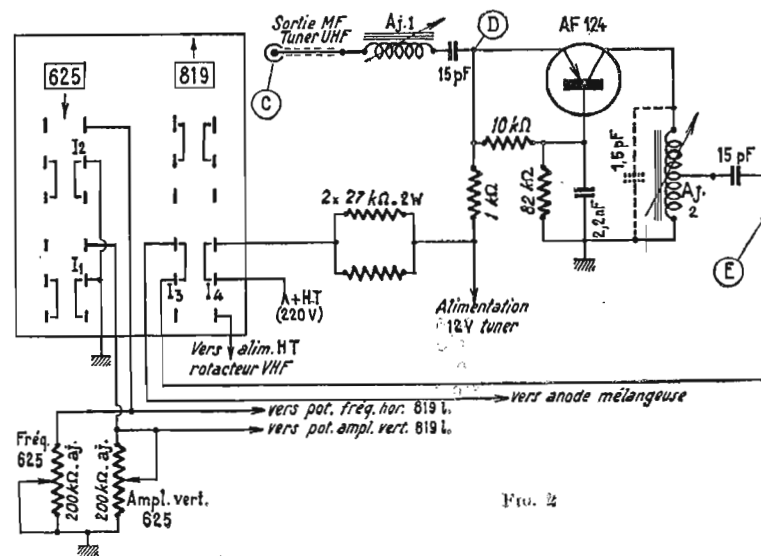

FIG. 2
Fig. 2. — Circuit d'alimentation et coupe du tube laser Hélium Néon. (Ensemble H.N.1 d'une puissance de 2,7 mW en continu.) Longueur du tube : 48 cm. A1 et A2 = anodes
Cet étage est représenté à la figure 2. On utilise ici un transistor AF124 monté en base commune. Il est alimenté sous 10 à 12 V par réduction de la HT 220 V du téléviseur dans la cellule parallèle de deux résistances de 27 kΩ 2 W. La résistance d'émetteur est de 1 kΩ. Celle de base est de 82 kΩ, découplée par un condensateur de 2,2 nF. Le signal issu du tuner et du primaire du filtre de bande incorporé à celui-ci, est transmis
1. Le problème consiste en injectant sur le point de mesure A du tuner UHF, une tension FI wobulée, à travers un condensateur de faible valeur (environ 0,5 pF), à observer la courbe sur le point E de la figure 2 et ce après détection.